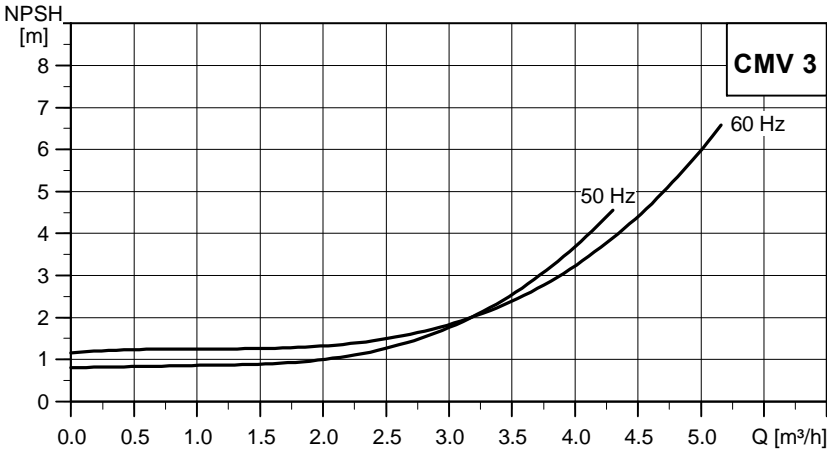

Fig. 8 NPSH curves for CMV 3
- NPSH (图 8，第 178 页) : 3.3 米高水头。